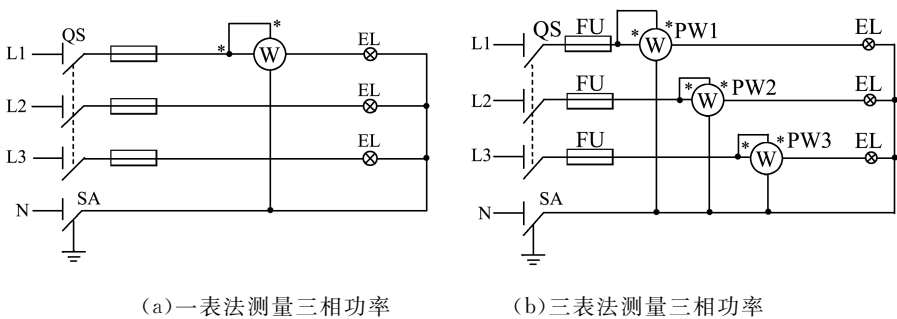

图 2-60 功率表测功率接线图
- ①用一表法测量三相对称负载的功率。
a. 按图 2-60(a)所示连接好线路。
②用三表法测量三相不对称负载的功率
a. 按图 2-60(b)所示连接好线路。